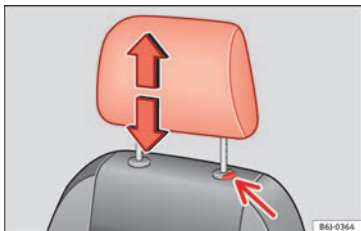

Abb. 133 Kopfstütze einstellen oder ausbauen.
- Drücken Sie die Taste » **Abb. 133** (Pfeil).